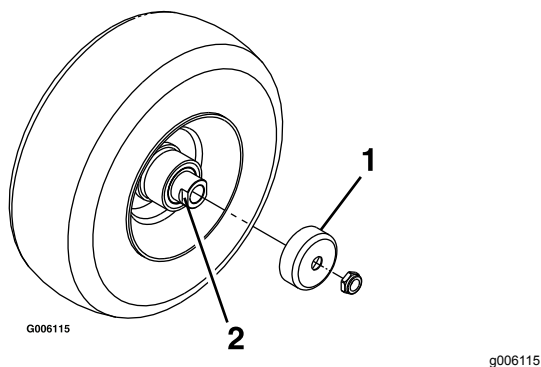

Figura 33
3. Remova os resguardos do vedante do cubo da roda (**Figura 33**).